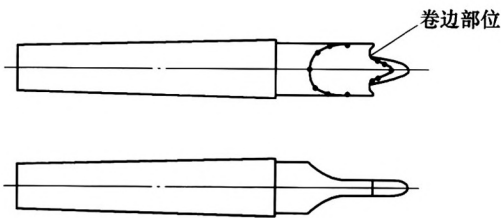

图 4 卷边刀
(1) 首先加工制作如图 4 所示的卷边刀，卷边刀采用工具钢制造，卷边部位抛光。